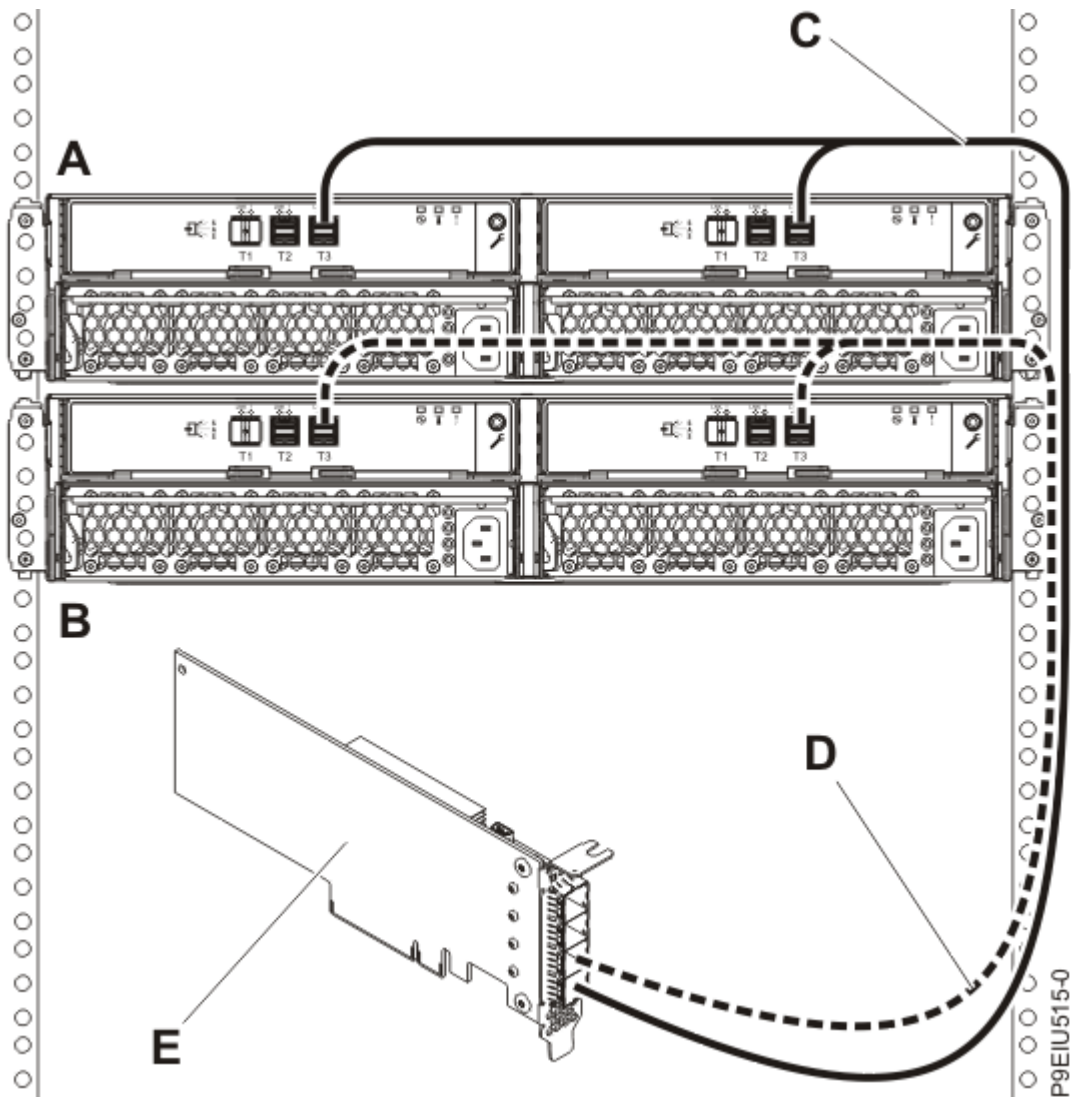

Abbildung 14. Modus-1-Anschluss von zwei ESLL- oder ESLS-Speichereinheiten mit YO12-Kabeln an einen einzelnen SAS-Adapter (FC EJ0J, FC EJ0K oder FC EJ0M)
14. Schließen Sie dann zwei Gehäuse im Modus 1 (**A und B**) mit YO12-Kabeln (**C und D**) an einen einzelnen SAS-Adapter (FC EJ0J, FC EJ0K oder FC EJ0M) (**E**) an (siehe Abbildung 14 auf Seite 19) und fahren Sie anschließend mit „Kabel und Netzkabel anschließen und Abdeckungen installieren“ auf Seite 29 fort.